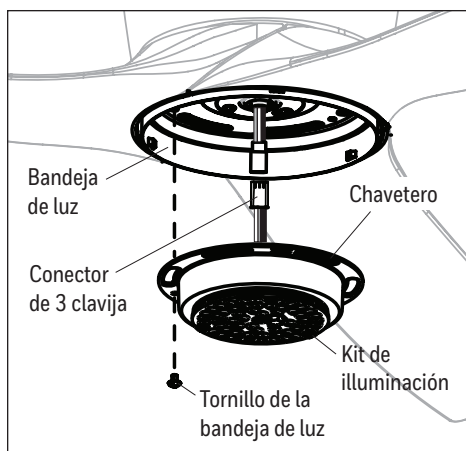

Figure 4.5
5. Retire uno de los tres tornillos de la bandeja de luz que se encuentran en la bandeja de luz y afloje los otros dos sin retirarlos. Conecte el conector de 3 clavijas del ventilador al conector de 3 clavijas del kit de iluminación. Levante los dos chaveteros en el kit de iluminación sobre los dos tornillos sueltos de la bandeja de luz y gire en dirección de las manecillas del reloj. Luego, use el tornillo de la bandeja de luz previamente retirado para asegurar el kit de iluminación a la bandeja de luz. Apriete todos los tornillos (Figure 4.5).